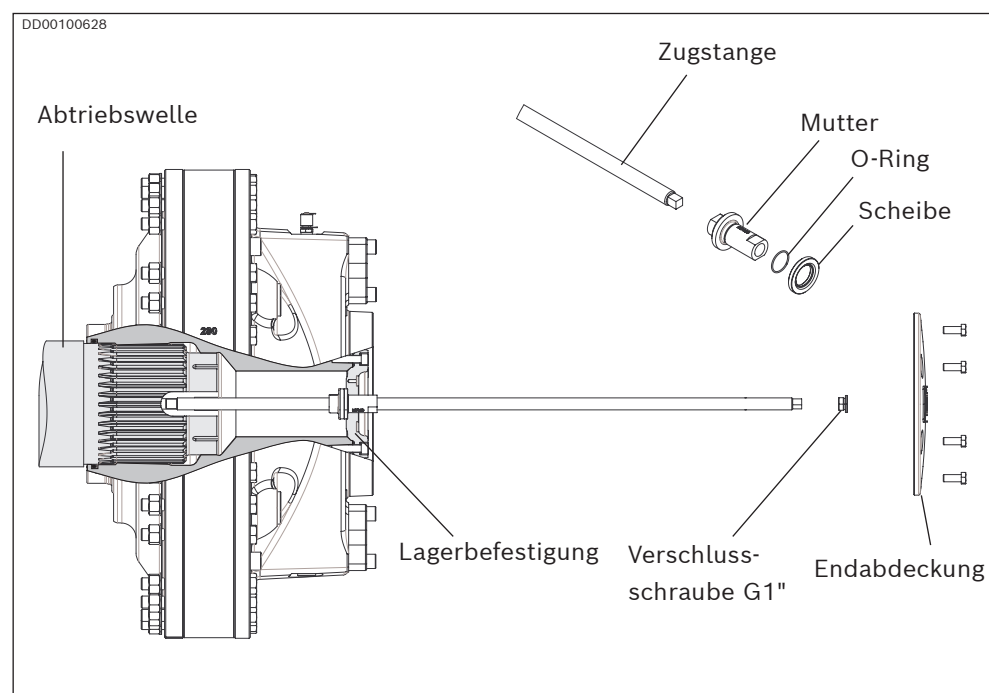

Bild 51: Montagewerkzeug zur Demontage des CB Motors mit Vielkeilnut
7. Installieren Sie das Montagewerkzeug mit der Mutter gemäß *Bild 51*. Schrauben Sie es mit dem Schlüsselgriff am Ende des Werkzeuges in die Abtriebswelle ein.
5. Installieren Sie das Montagewerkzeug mit der Mutter gemäß *Bild 51*. Schrauben Sie es mit dem Schlüsselgriff am Ende des Werkzeuges in die Abtriebswelle ein.